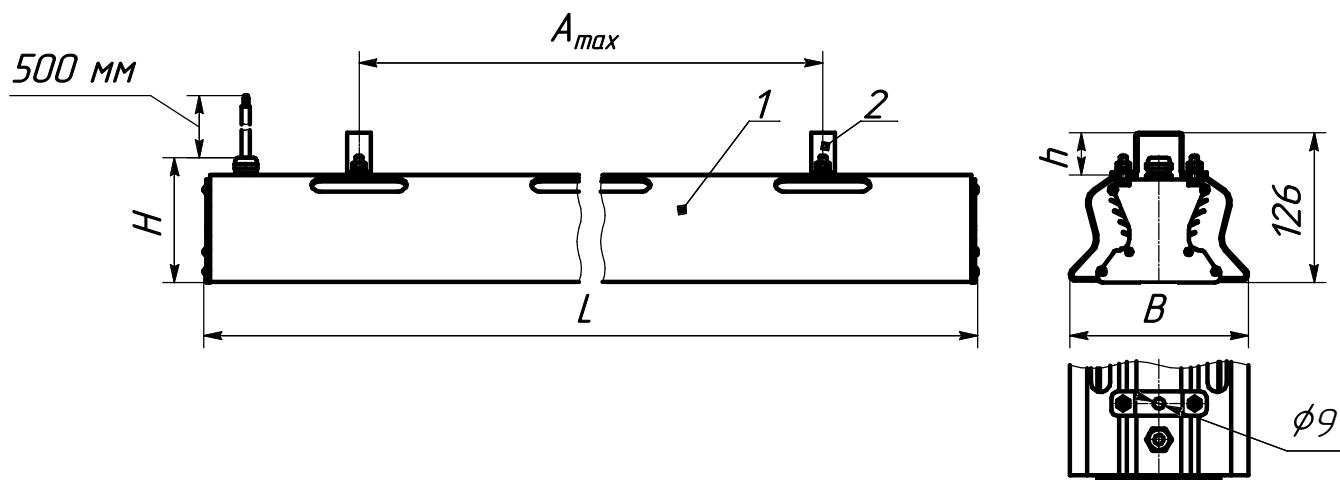

Рисунок 1 - Внешний вид и габаритные размеры светильников ДСП47
2.19 Масса и габаритные размеры светильников приведены в таблице 2 (см. рисунок 1, рисунок 3б приложения А).
3.2 Светильник серии ДСП47 состоит из корпуса (алюминиевый профиль), светодиодных модулей и линз, защитного стекла, источника питания (драйвера), узла крепления (скоба). Общий вид светильника приведен в приложении А (рисунок 1, 2, 3).